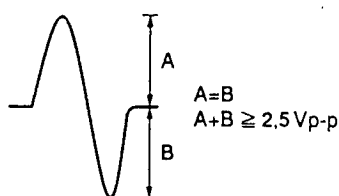

Figura 8
3. Contemplando la pantalla del osciloscopio, presione la tecla PROGRAM y observe durante un momento la forma de onda de la figura 8. Verifique si la amplitud es de 2,5 Vp-p por lo menos y si la amplitud de las partes positiva y negativa son iguales. Como la forma de onda solamente sale durante un momento cuando se presiona la tecla PROGRAM, presione una y otra vez esta tecla hasta que logre comprobar la forma de onda.